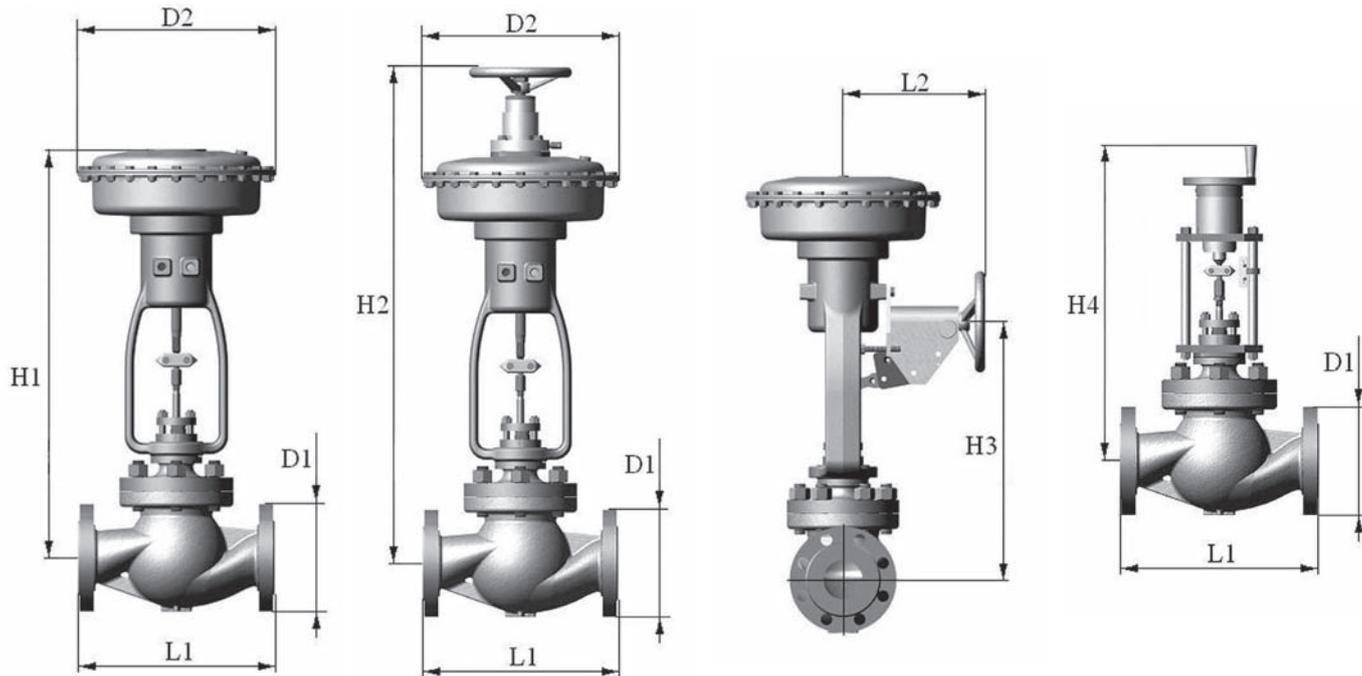

Рисунок 19
**Таблица 10. Габаритные и присоединительные размеры клапанов с мембранными приводами в соответствии с рис. 19**